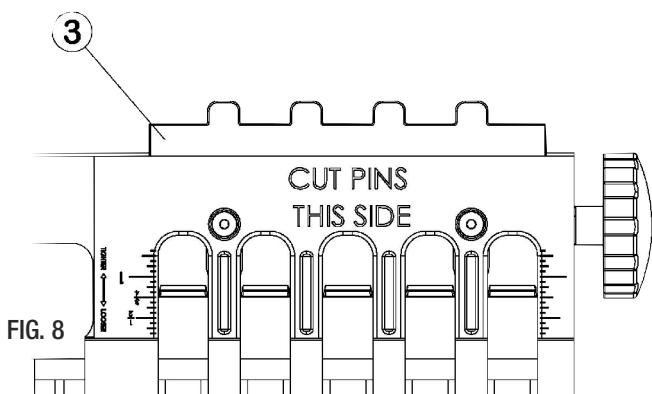

FIG. 8
4. Une fois que la toupie est préparée, il faut rétablir la plaque de réglage de profondeur (3) pour la longueur des goujons. (FIG. 8) Réglez la jauge de profondeur pour déterminer la longueur des « GOUJONS ». Elle devrait correspondre à l'épaisseur du bois utilisé pour la planche des « QUEUES ». (FIG. 9)
- Coupez un joint d'essai dans un déchet de bois pour confirmer l'ajustement du joint. Si les planches ne s'insèrent pas facilement, il se peut que le joint soit trop serré. Vous pouvez serrer ou élargir le joint en réglant la profondeur de la mèche, tel qu'ilustré à la FIG. 8.